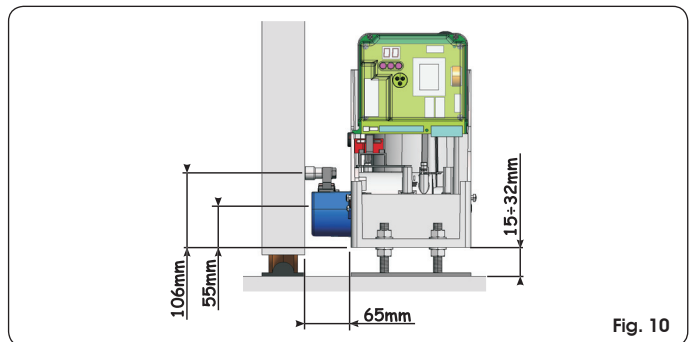

Fig. 10
- ⑤ Unter Bezugnahme auf Abb. 10 die Höhe der Füße und den Abstand des Tors justieren.